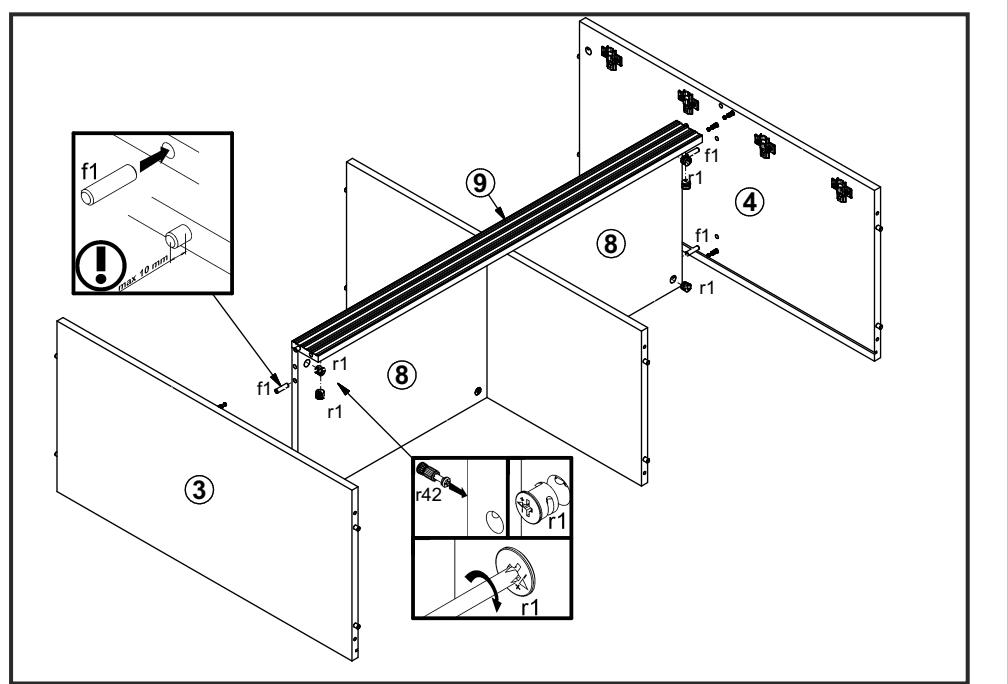

Рисунок 4
4.7. Соединить детали **3,4,5,8,9** и затянуть стяжки эксцентриковые **r1**, пользуясь отверткой (см. рис. 4).